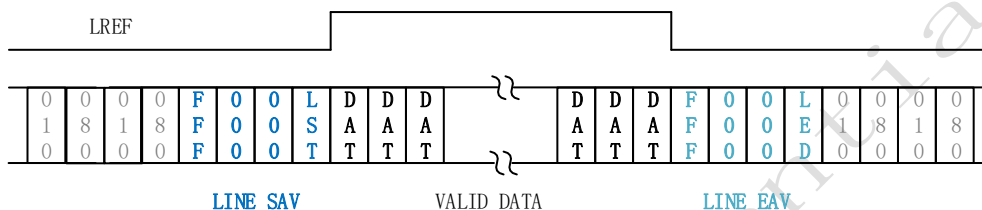

图 1-9 LVDS 每个 lane 数据结构示意图 (以 10bit 为例)
SC031GS LVDS 传输顺序为: 上电复位后 → first active line → second active line → ... → last active line → only one dummy line → next frame first active line → ...。LVDS 输出时在行开始插入 line sav 同步编码, 行结束处插入 line eav 同步编码, 使用 dummy line 做帧结束标识。LVDS 同步编码数据结构如图 1-9 所示。
- 2) 1lane 及 2lane 模式的 lane 数据结构与图 1-9 一样。